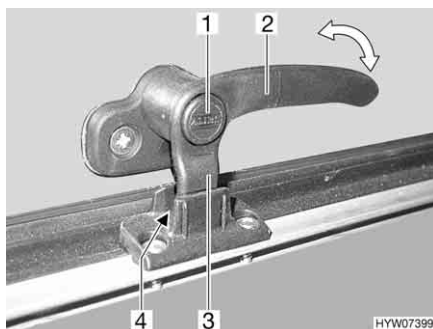
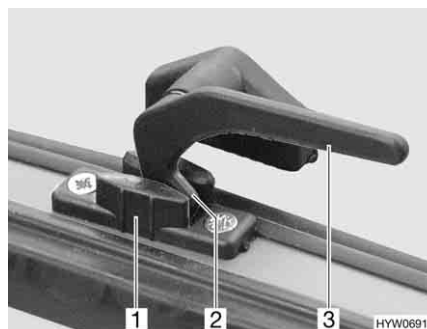

Fig. 69 Leva di serraggio con bottone di sicurezza in posizione "Aerazione continua"
Fig. 70 Leva di serraggio in posizione "Aerazione continua"
- In posizione di "Aerazione continua" (Fig. 69 e Fig. 70)
- Se presente, premere e tenere premuto il bottone di sicurezza (Fig. 69,1).
- Ruotare tutte le leve di serraggio (Fig. 69,2 o Fig. 70,3) di un quarto di giro verso il centro dell'oblò.
- Girare nuovamente all'indietro tutte le leve di serraggio. Contemporaneamente riportare il nasello di chiusura (Fig. 69,3 o Fig. 70,2) nella rientranza del bloccaggio dell'oblò (Fig. 69,4 o Fig. 70,1).